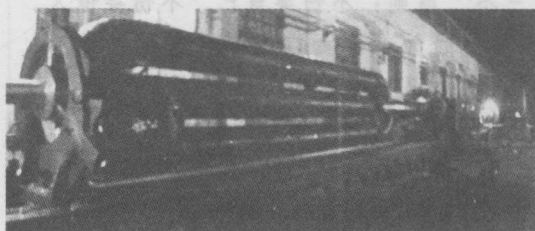

图 1-1 工件吊运到大型卧式车床上装夹加工
3) 相互尊重, 团结协作。加工直径较大的轴、盘、箱体及圆筒零件, 需要车工与起重工、吊车工、热处理工合作, 经过多道工序才能完成。每个工段、班组的各个工种完成相应的工作后, 才能完成零件的加工。这就需要各车间、工段、班组、工种之间相互协调, 为相关工种及工序创造有利条件和环境, 达到一种默契的配合, 否则会影响产品质量, 延长产品的交货期, 如图 1-1~图 1-4 所示。